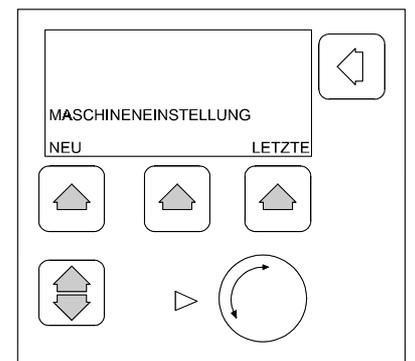

Bild 4-4 Grundmenü 2
3. Im Display erscheint das Grundmenü (Bild 4-4).